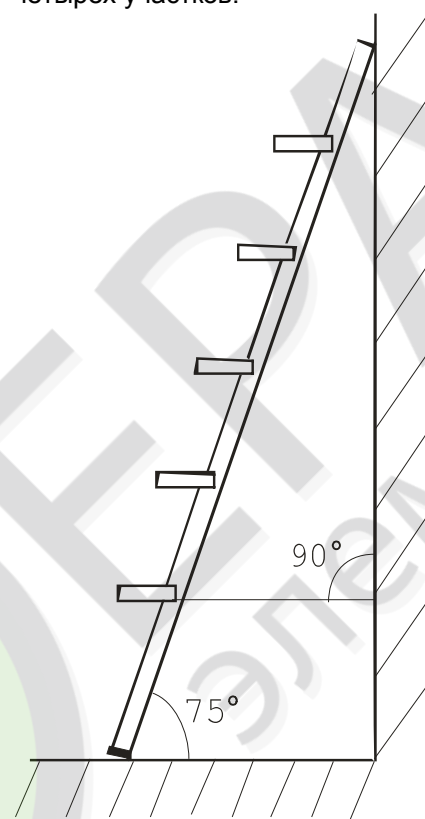

Рисунок 3
3.2 Лестница устанавливается под углом 75 градусов к горизонтальной поверхности наконечниками вниз. При правильной установке лестницы (рисунок 3) плоскости ступенек горизонтальны (параллельны опорной поверхности).